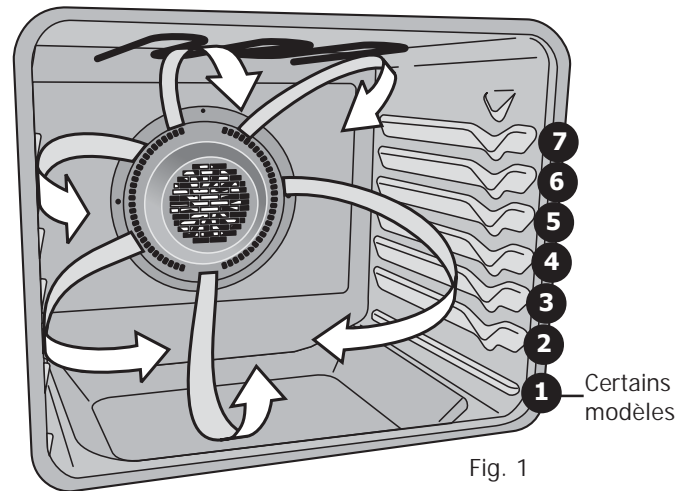

Fig. 1
- Lorsque vous utilisez deux grilles de four en même temps, placez-les dans les positions 2 et 5 pour obtenir de meilleurs résultats (fig. 1).